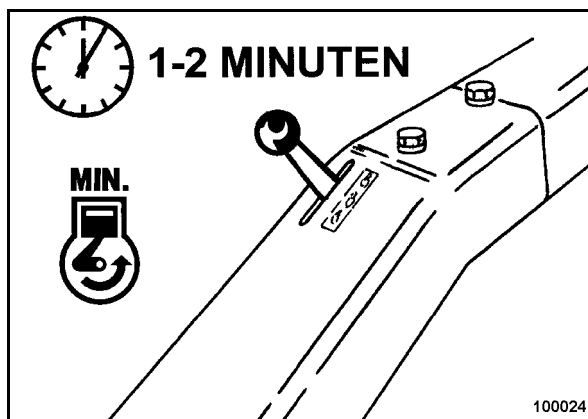

Рис. 47
- Установить рычаг управления частотой вращения (Рис. 47) в положение "MIN" (холостой ход) и дать двигателю еще поработать непродолжительное время для выравнивания температуры.